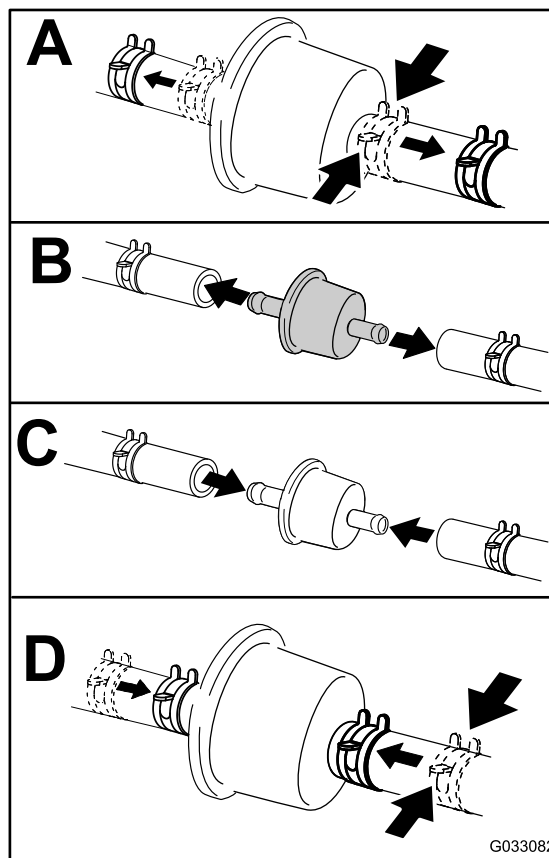

Figura 26
3. Substitua o filtro interior (Figura 26).